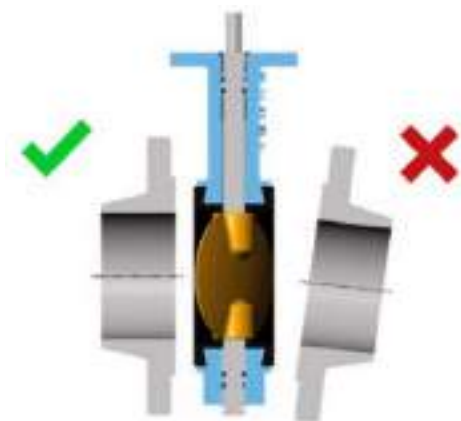

Рисунок 5.102. Установка положения затвора относительно фланцев
- Распределительная плита и фланец должны быть установлены без перекосов относительно дискового затвора, рис. 5.102. Установка под углом приведет к повреждению седлового уплотнения.